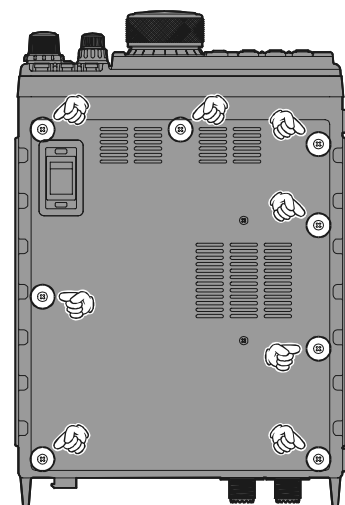

図 1
2. 本体上面にある8本のビスを外して、上面ケースとスピーカーのコネクターを外します(図1参照)。